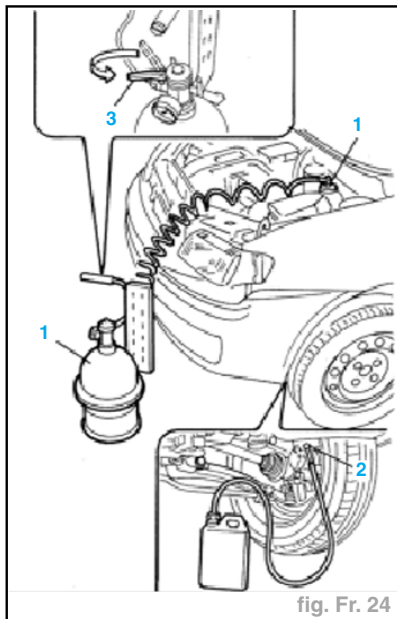

fig. Fr. 24
- Relier le dispositif de récupération (tuyau et réservoir) au purgeur sur l'étrier de freins (fig. Fr. 24).